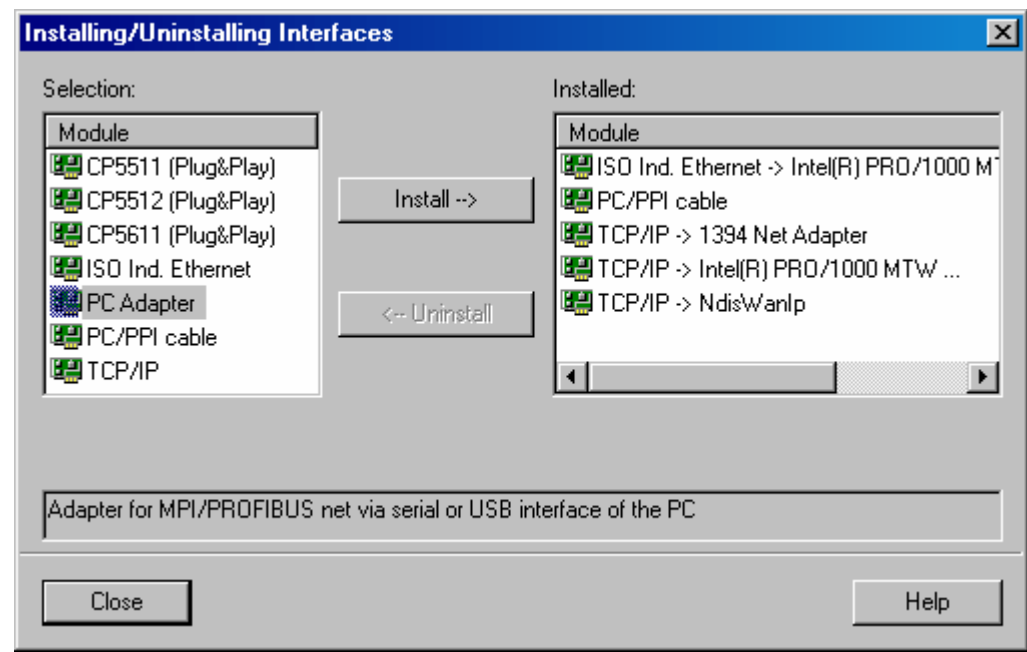

图5 安装 / 移除接口对话框
您可以使用图5中显示的“安装 / 取消安装接口”对话框安装或移除通讯硬件。对话框左侧是您可以安装的硬件类型列表，右侧是当前已安装的硬件类型列表。如果您使用Windows NT 4.0操作系统，在“已安装”列表框下方有一个“资源”按钮。
1. 如图5所示，在“设置PG/PC接口”对话框中，单击“选择”，存取“安装 / 取消安装接口”对话框。